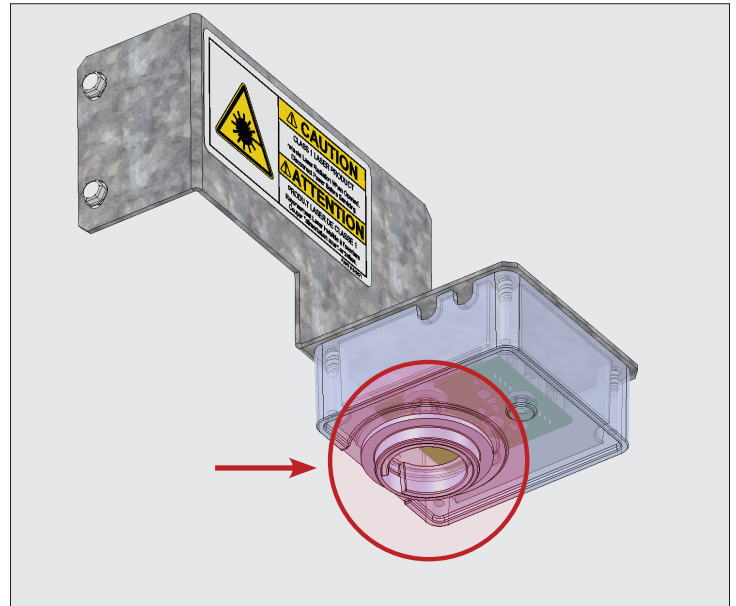

Abb. 2. Ort der Linse des Eisfüllstandsensors.
4. Ziehen Sie die Baugruppe heraus und drehen Sie sie um, um die Linse freizulegen. Siehe Abb. 2.